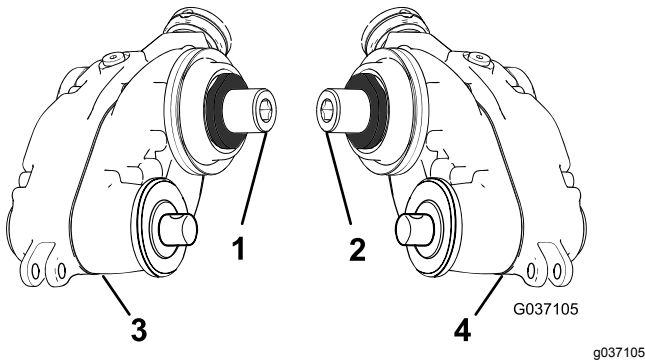

Рисунок 6
1. Определите левый и правый блоки привода механической щетки; см. Рисунок 6.